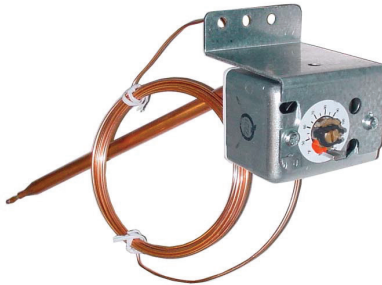

Figure 24. Thermostat de conduit monté sur unité
- **Ductstat avec tube capillaire (option AG3) :** Le thermostat de conduit monté sur l'unité (voir Figure 24) offre une plage réglable de 0°F à 100°F (–17.8°C à 37.8°C) avec une température différentielle fixe de 3°F (1.7°C). La sonde est préréglée en usine à 70°F (21.1°C). En raison des différents réglages de débit d'air (CFM) et des températures de l'air extérieur, la température moyenne de sortie en aval pourrait ne pas correspondre exactement au réglage du thermostat de conduit. Une fois l'installation terminée, ajustez le point de consigne du thermostat de gaine afin d'obtenir la température moyenne de sortie souhaitée.